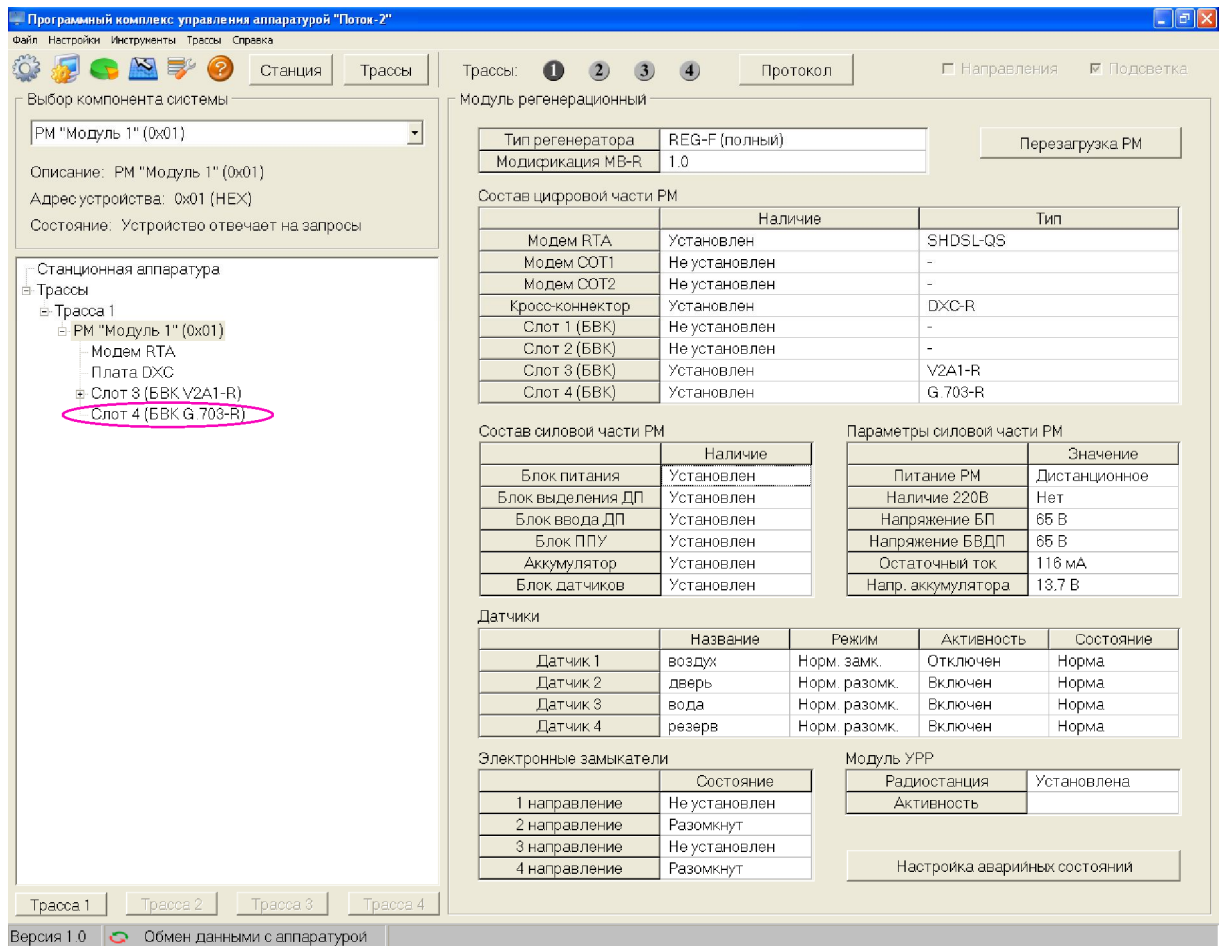
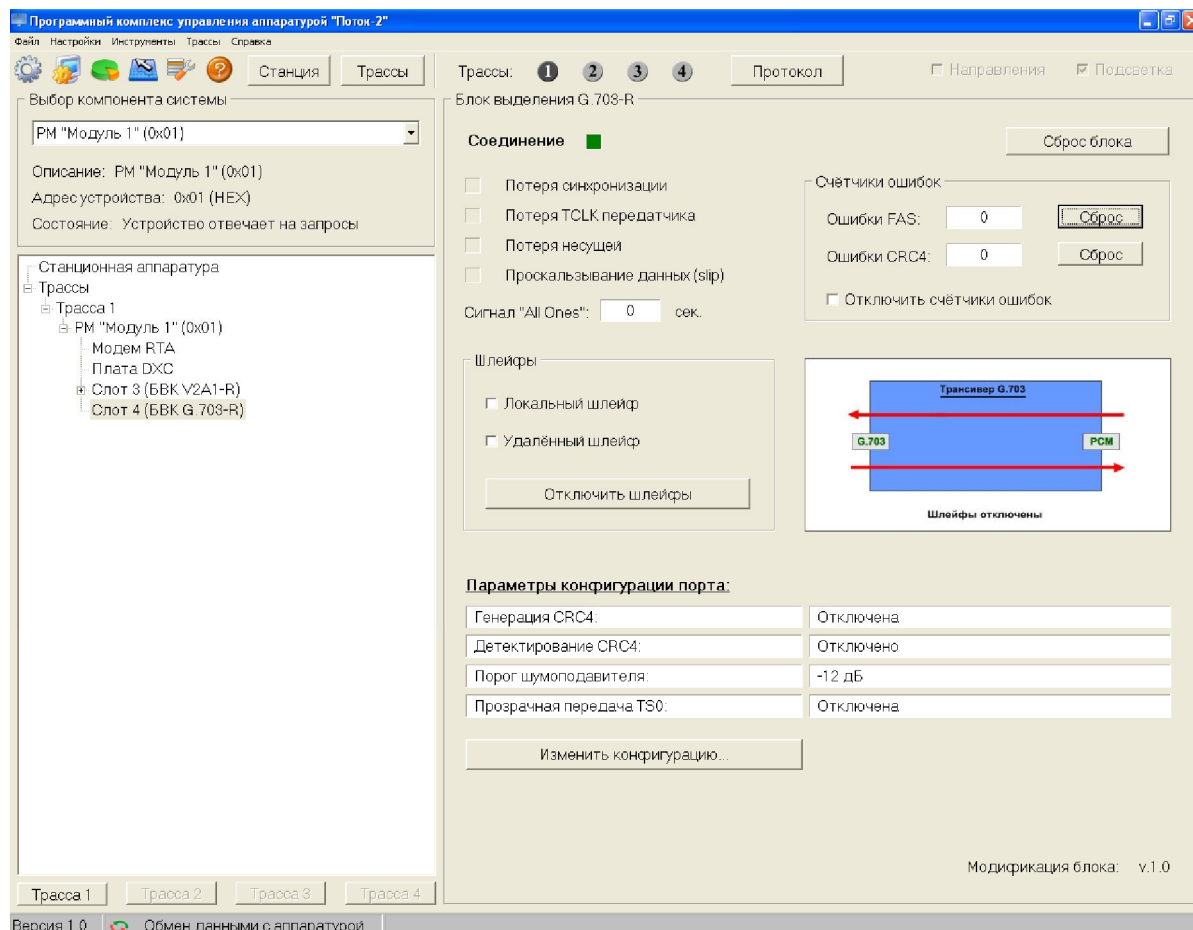

Рисунок 2
Рисунок 3
5.1.2 При выборе с помощью мыши элемента “Слот 4 (БВК G703-R)” в поле “Выбор компоненты системы” (см. рисунок 2), осуществляется переход в окно “Блок выделения G703-R” (см. рисунок 3).
5.5.1 Сброс блока G703-R осуществляется путем нажатия кнопки **“Сброс блока”** (см. рисунок 3).